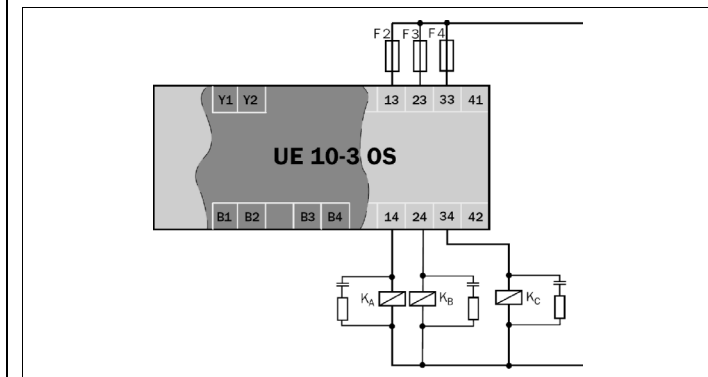

Abb. 2: Basisbeschaltung UE10-30S
- Um das Verschweißen der Kontakte der eingebauten Relais zu verhindern, ist eine Überstromschutzvorrichtung mit max. 6 A Kurzschlusschutz (Betriebsklasse gG) in die Strompfade einzubinden (siehe Abb. 2, Freigabestrompfade-Sicherung F2/F3/F4).